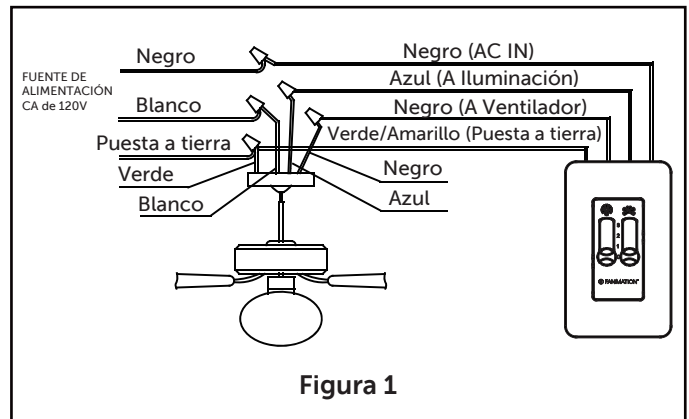

Figura 1
1. Instalación del control de pared (Figura 1 y 2):
- Coloque el mando y el interruptor de luz del control de pared en la posición apagar (0).
- Realice las conexiones de cables con conectores de cables como se muestra en la Figura 1.